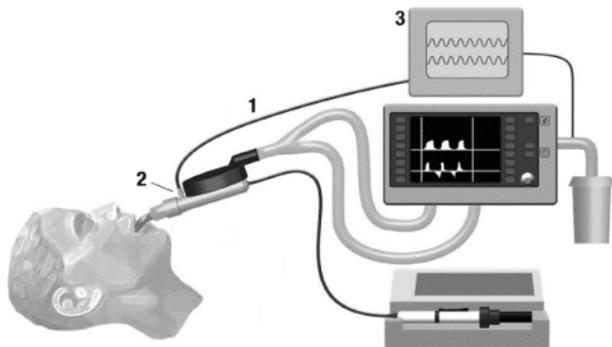

图 1
1. 将气体采样管线 (1) 连接到 Sedaconda ACD 气体监测仪采样口 (2)，如图 1 所示。顺时针旋转变鲁尔接头以确保连接处没有气体泄漏。
2. 将气体采样管线 (1) 连接到呼吸气体监测仪 (3)。顺时针旋转变鲁尔接头以确保连接处没有气体泄漏。